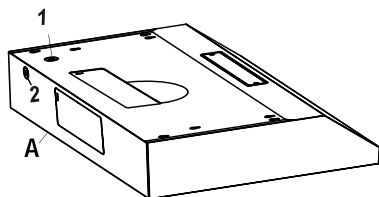

Fig. 10
- Use el cable de alimentación para conectar la campana de extracción (A) directamente a la caja de derivación o la caja de disyuntores. Use únicamente un cable flexible, reforzado o de cobre con funda no metálica. Nunca utilice un cable de extensión o un enchufe adaptador.
- Conecte un conector conductor listado por UL o aprobado por CSA a cada extremo del cable de alimentación eléctrica (en la campana extractora y en la caja de derivación). Conecte los 2 cables de color de la campana de extracción (A) a los cables correspondientes de la fuente eléctrica: negro a negro (vivo), blanco a blanco (neutral) y el cable a tierra doméstico al tornillo verde a tierra. Utilice el orificio superior (1) o el posterior (2) de la campana de extracción, como se muestra en la Fig. 10, dependiendo de su tipo de instalación.
- Escoja el orificio eléctrico preperforado apropiado a ser retirado para su tipo de instalación. Utilice el orificio superior (1) si el suministro eléctrico está en la alacena, y el orificio posterior (2) si el suministro eléctrico está en la pared que se encuentra debajo de la alacena (consulte la Fig. 10).